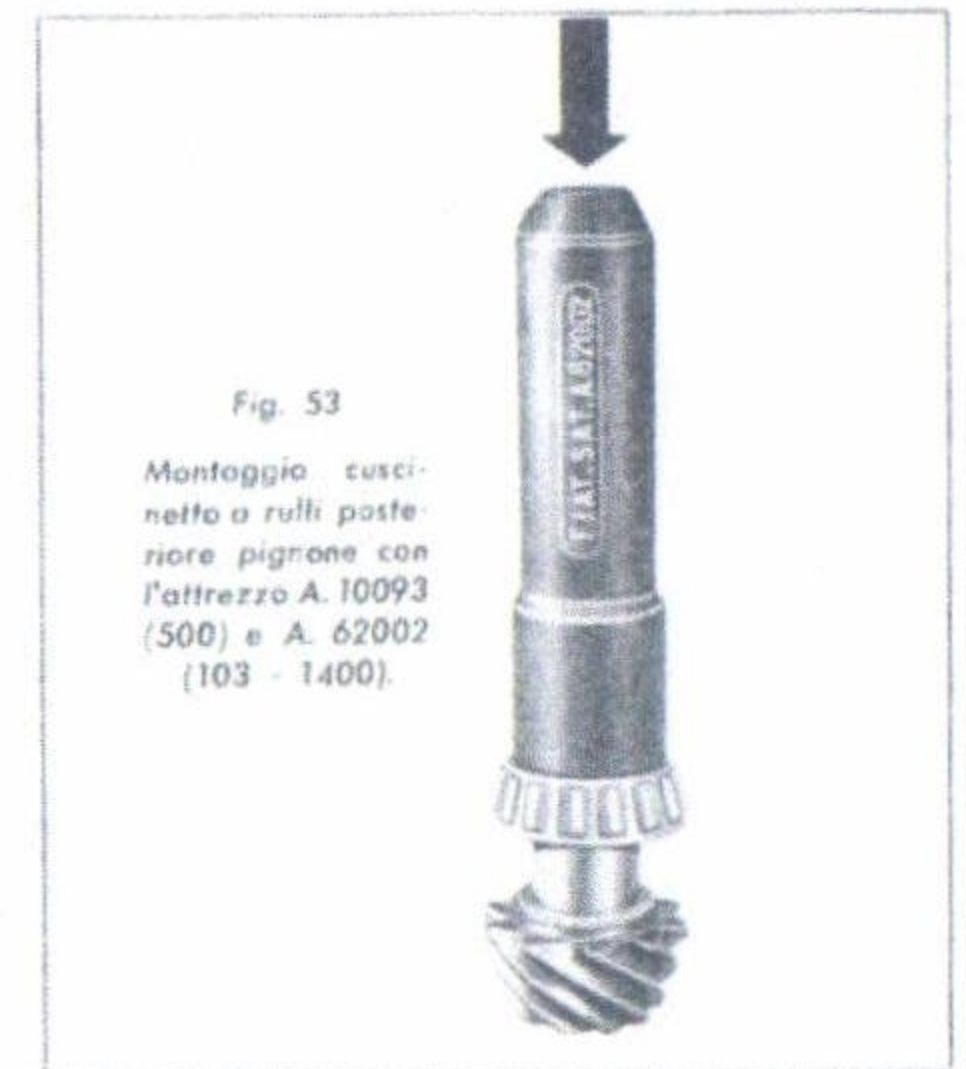

Fig. 53
Quindi si infila sul gambo del vero pignone un anello dello spessore stabilito, come detto sopra, e si applica il cuscinetto a rulli posteriore facendo uso dell'attrezzo A. 10093 (500) o A. 62002 (103, 1400) (fig. 53); infilare poi il distanziale elastico o rigido. Se il distanziale è rigido, infilare anche la ranella di registrazione dei cuscinetti, il cui spessore totale definitivo verrà determinato con la successiva operazione di controllo del precarico; se invece il distanziale è elastico, il montaggio va effettuato senza ranelle.